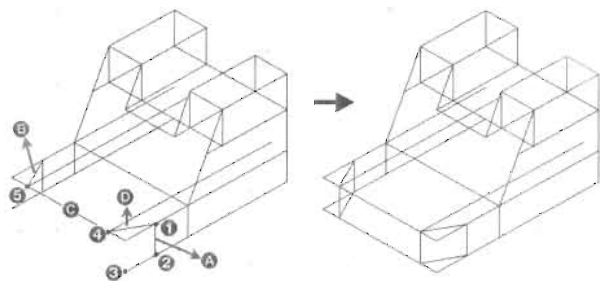

图 11-40
(8) 下面复制直线, 复制效果如图 11-40 所示, 命令执行过程如下。
//选择图 11-40 中的 B、C、D 直线
//捕捉图 11-40 中的点 1
//捕捉图 11-40 中的点 2
//选择图 11-40 中的 A 直线
//捕捉图 11-40 中的点 4
//捕捉图 11-40 中的点 5